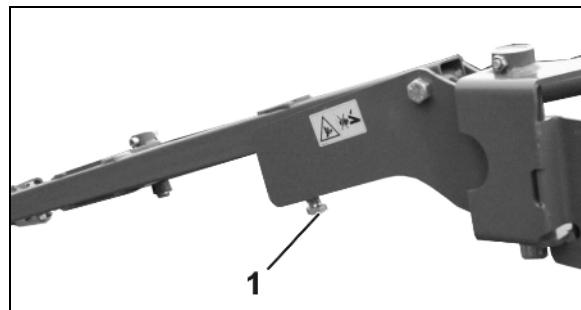

Рис. 94
1. Разъедините резьбовых соединения (Рис. 94/1) у каждого диска.